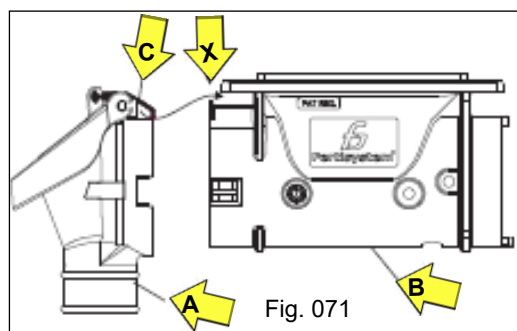
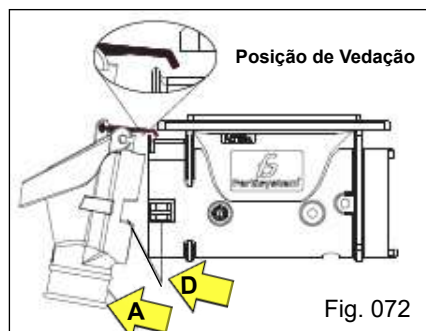
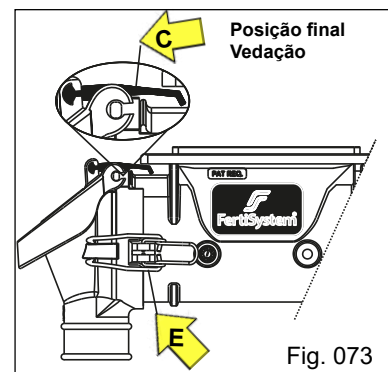

Fig. 071
Fig. 072
Fig. 073
Para realizar a montagem do conjunto do bocal "A", aproxime-o ao corpo principal "B", observando que a vedação "C", fique sobreposta ao ponto "X" do corpo principal "B" (Fig. 071). Para que isso ocorra, incline levemente o conjunto do bocal "A" (Fig. 072) e direcione aos encaixes "D" em ambos os lados, alinhando-os e fixando até o final. Após fixe com o fecho inox "E" (Fig. 073), girando até o travamento final em ambos os lados. Observe a posição final da vedação "C" (Fig. 073).
Ao realizar a operação de retirada do bocal, faça com cuidado o destravamento do fecho inox (E) (Fig. 073) para que não ocorra danos nas mãos pelo “efeito mola” proporcionado pelo mesmo.